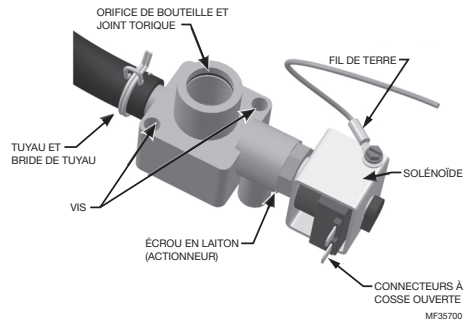

Fig. 9. Vanne de vidange
7. Remontez l'actionneur en veillant à ce que l'extrémité conique du ressort soit orientée comme illustré sur la Fig. 9. Serrez l'écrou en laiton à la main puis de 1/4 de tour supplémentaire.